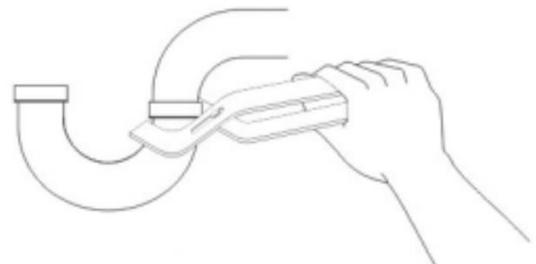

Рисунок 5.1
- b. Используйте спиральное сверло для очистки от твёрдых отходов (рис. 5.1)